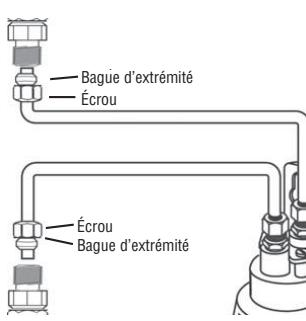

Figure 10
10. Raccorder les deux bouts du tuyau au filtre et au tuyau d'eau à l'aide des raccordements à compression. **Ne pas trop serrer les écrous** (figure 10).